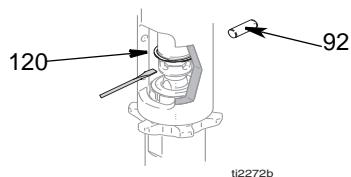

FIG. 7
3. (Fig. 7) Afmontér sugerøret (114) og maleslangen (63) (afmontering foretages ved enden af drejeleddet).